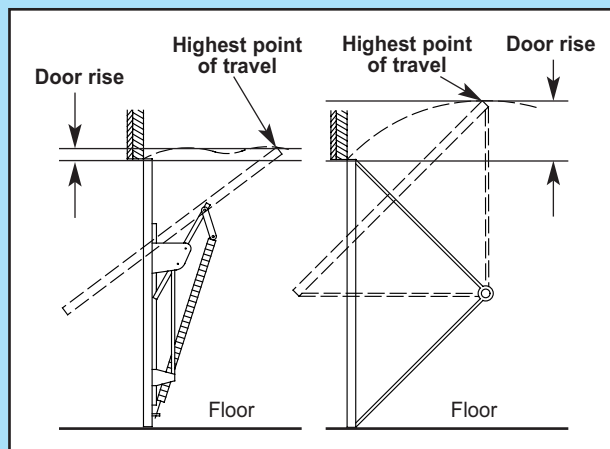

Fig. 2-10
2. Determine door rise (Fig. 2-10).